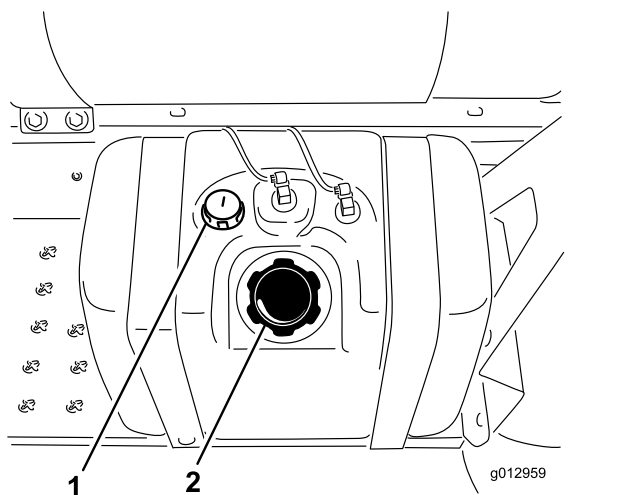

Рисунок 20
3. Произведите очистку поверхности вокруг крышки топливного бака (Рисунок 20).